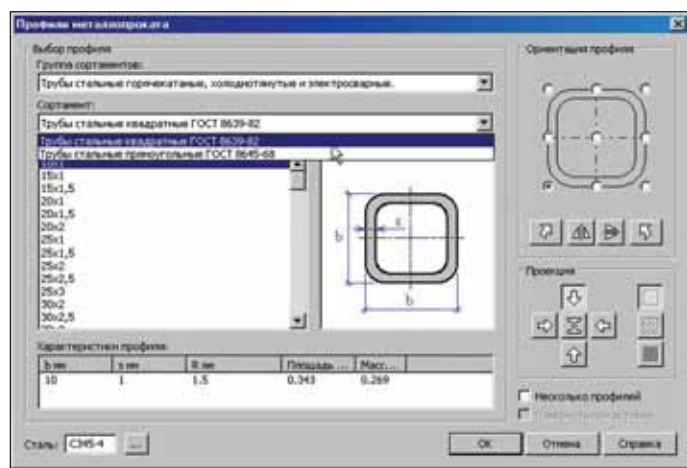

Рис. 1
- В базу проката модуля добавлены сортаменты труб по ГОСТ 8645-68* и ГОСТ 8639-82* (рис. 1).